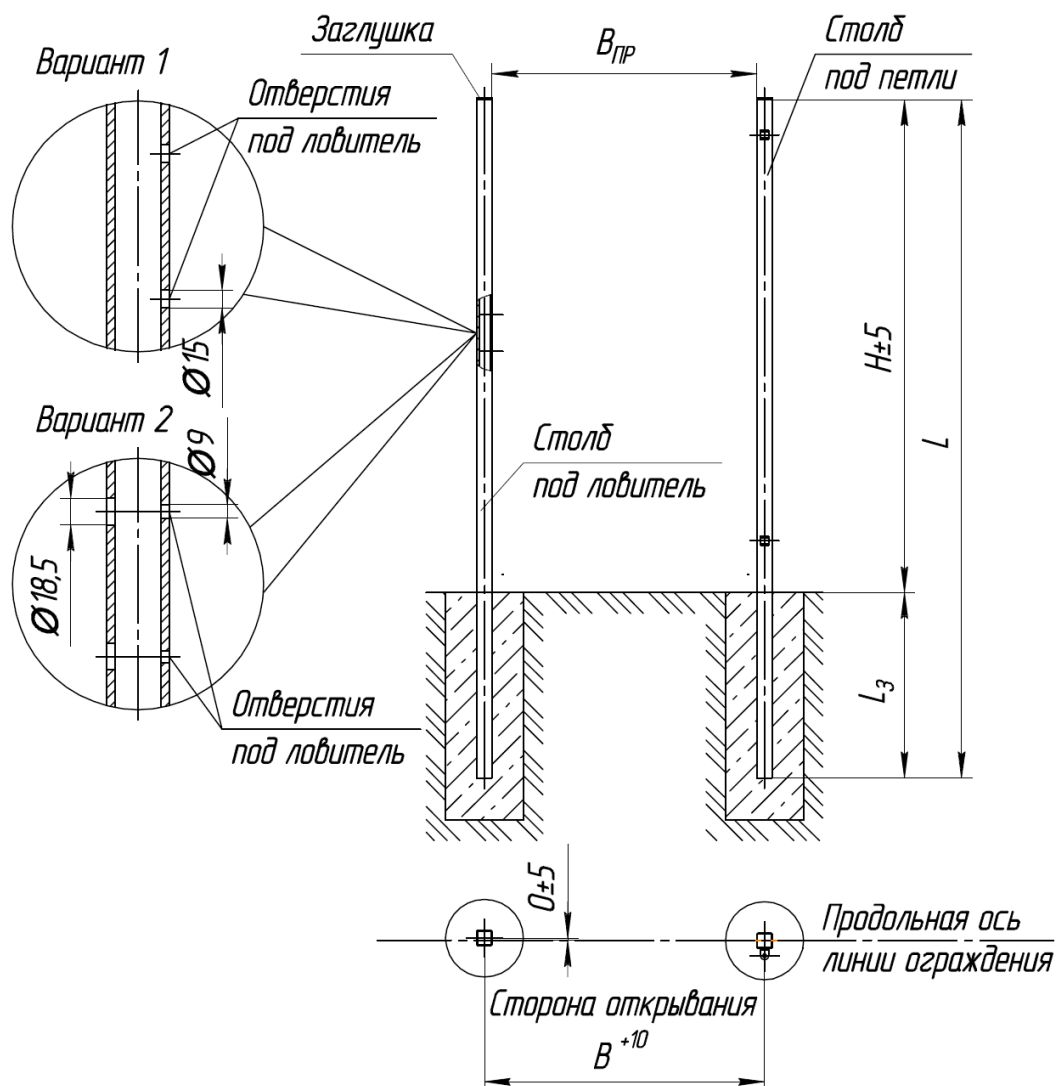

Рис. 2. Установка столбов
**ВНИМАНИЕ!** При бетонировании выдержать расстояния  $V_{пр}$ ,  $H$  и  $L_3$  в соответствии с таблицей 2 и рис. 2.